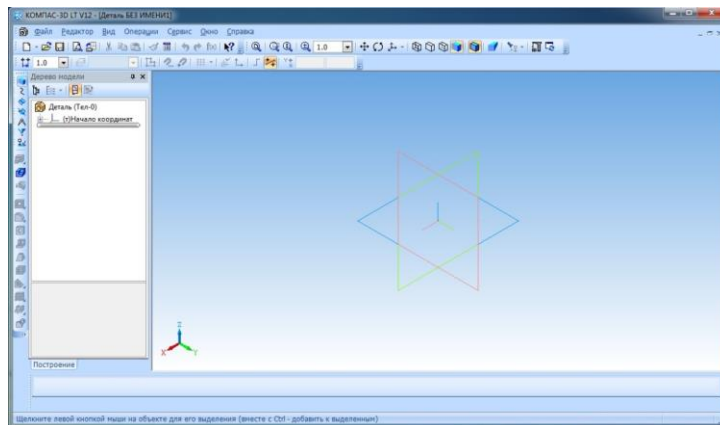

Рис. 4. Окно для построения объёмной фигуры
1. Создадим деталь. Заходим **Файл – Создать ...** и выбираем **Деталь** (рис.4)